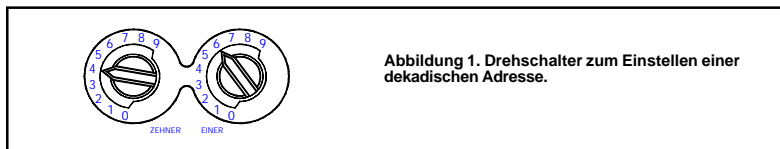

Abbildung 1. Drehschalter zum Einstellen einer dekadischen Adresse.
1. Stellen Sie die Melderadresse (siehe Abbildung 1) mit einem Schraubendreher mit flacher Klinge an den beiden Drehschalter ein, indem Sie